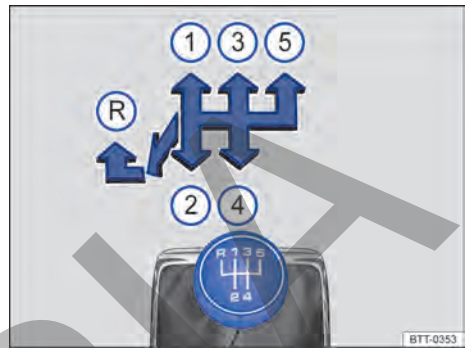

Fig. 93 Esquema de la transmisión manual de 5 marchas.
Las posiciones de cada una de las marchas están representadas en la palanca de cambios → fig. 93.
- Empujar la palanca de cambios totalmente hacia la izquierda y después hacia adelante hasta la posición de la marcha atrás → fig. 93 (R).